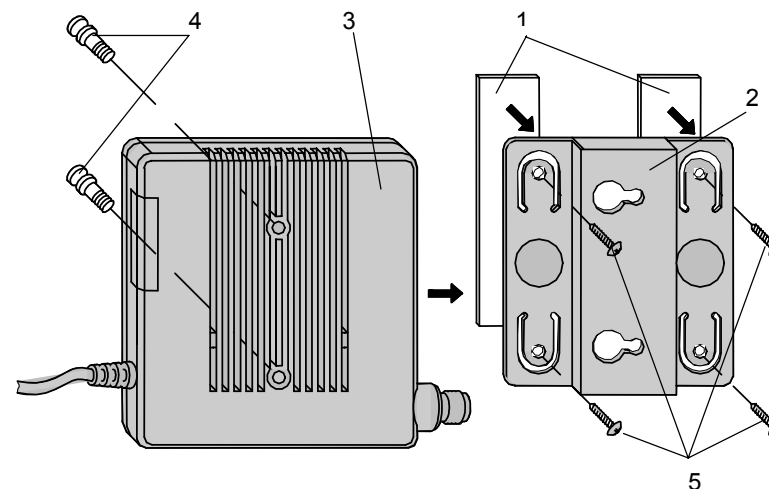

Рис. 3
- Если Вы остановили свой выбор на первом варианте крепления блока ART-300M, в предполагаемом месте установки зафиксируйте крепежную скобу так, чтобы обеспечивался свободный ход блока, необходимый для его оперативной установки и снятия. Предлагается два способа крепления скобы (см. рис. 3):
- ✓ с помощью полосок (1) самоклеящейся двухсторонней ленты (входит в монтажный комплект);
- ✓ с помощью четырех саморезов (5) 3,9×19 мм (входят в состав монтажного комплекта).
- снимите защитную пленку с одной стороны полосы самоклеящейся ленты (1);
- плотно прижмите полосу липкой стороной к крепежной скобе (2) так, как показано на рис. 3; предварительно желательно очистить от пыли и обезжирить поверхность скобы, к которой клеится лента.
- Вкрутите крепежные винты (4) в корпус блока ART-300M (3) и установите его на скобе в соответствии с рис. 3 (прижмите блок к скобе так, чтобы «шляпки» крепежных винтов (4) вошли в отверстия скобы и поступательным перемещением блока в сторону сужения отверстий зафиксируйте его).